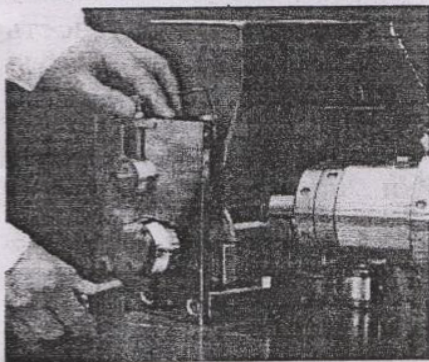
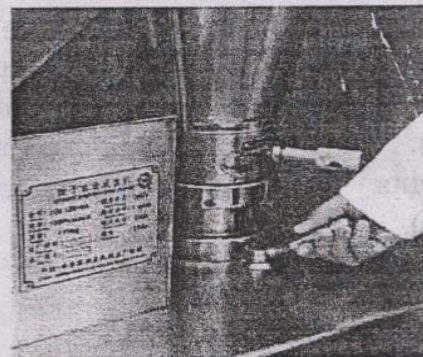

рис.3
рис.4
избежание износа деталей. После этого включить электросилу, пустить машину в движение вхолостую и убедиться в правильности направления вращения. При этом направления вращения шнека должно совпадать с указанным. Не допускает обратное направление вращения. И только после этого ручка переключается на положение “ПУСК” (рис.4) до нормального вращения.
Сначала оттянуть фиксирующий штифт(2), повернуть рамку для формирования изделий на 90° по часовой стрелке(см. Рис.3). Заполняйте бункер для фарша(21) фаршами. Переключить ручку сцепления (25) на положение “Пуск” (см. Рис.4) и регулировочную ручку (22) на нужное место. Фиксировать вращением ручку (см.рис.5). Подключить машину и начать испытание на фарш. После определенного промежутка времени (1-2мин.) протекание фарша стало равномерное без перерыва. Ручка(25) переключить на положение “Стоп”. Остановить подачу фарша и машина была подготовлена к работе.